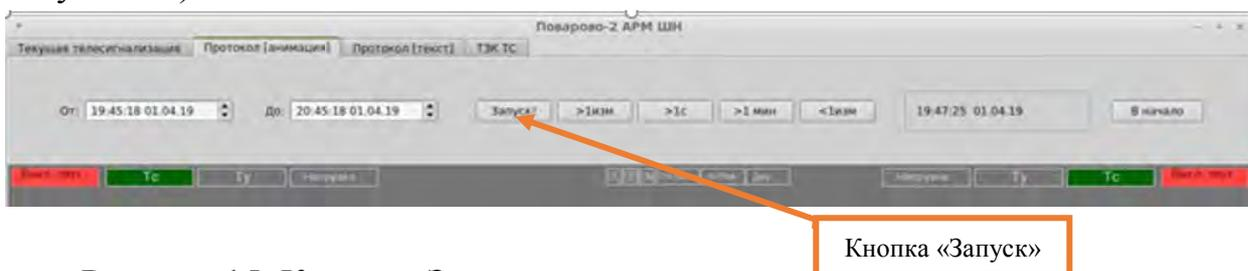

Рисунок 15. Кнопка «Запуск».
7.2.3. Выбрать промежуток времени путем ввода даты и времени в полях «Выборка от» и «до» (Рисунок 6) и нажать кнопку «Запуск» (Рисунок 15).